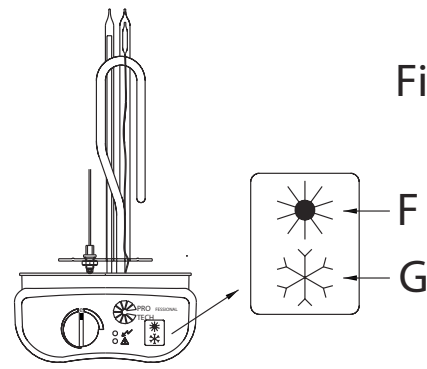

Fig. 12
- Fig.12 F- été
- Fig.12 F- summer